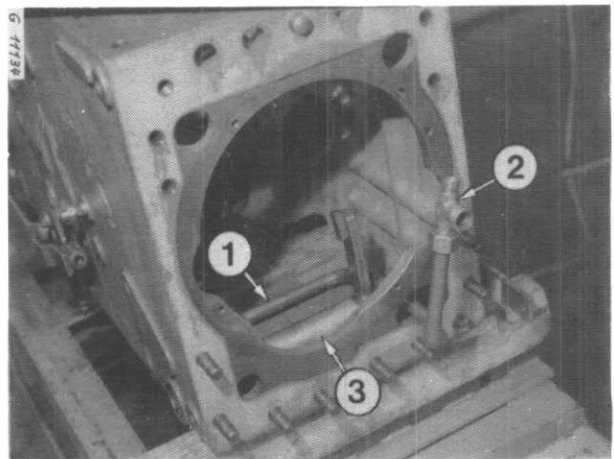

Figure 160
- 1 - Canalisation d'alimentation inférieure (3)
- 2 - "T" (4)
Placez la canalisation (1 Fig. 160) avant la fourchette (3). Maintenez vers l'avant l'extrémité ouverte du T (2) et serrez l'écrou de raccordement.